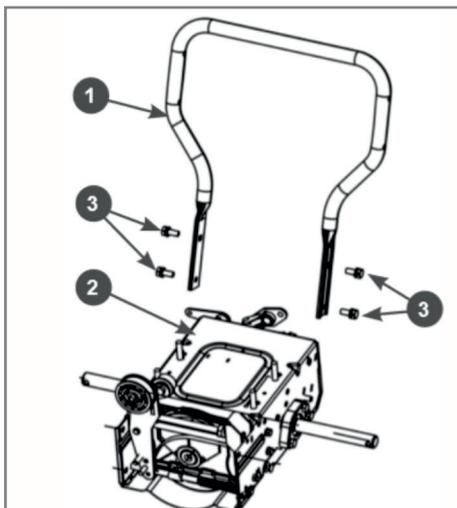

Рис. 1 Установка стойки рукояток
3. Установите стойку рабочих рукояток. Совместите отверстия в стойке рукояток и раме, вставьте в отверстия болты и плотно закрутите их (Рис. 1).